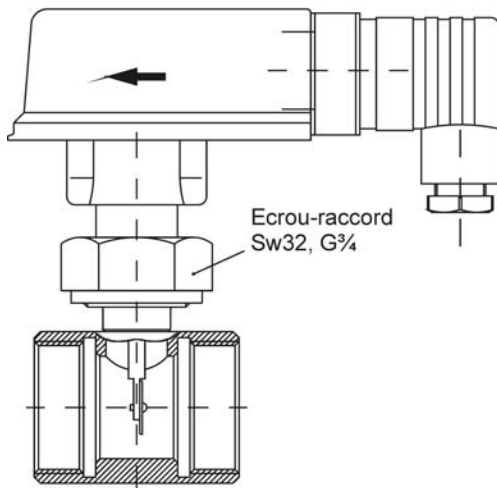

Fig. 5
- ⇒ Les commutateurs de débit, équipés en option d'une pièce tubulaire en cuivre (Fig. 5), doivent être brasés au tube. Avant d'effectuer les travaux de brasage, il faut désolidariser de la pièce tubulaire le commutateur de débit (partie supérieure) et l'anneau torique afin d'éviter leur surchauffe.